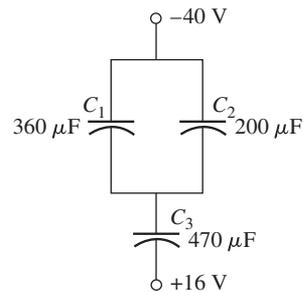

Figura 10.121 Problema 50.
- 50. Determine a tensão e a carga em cada capacitor para o circuito na Figura 10.121.